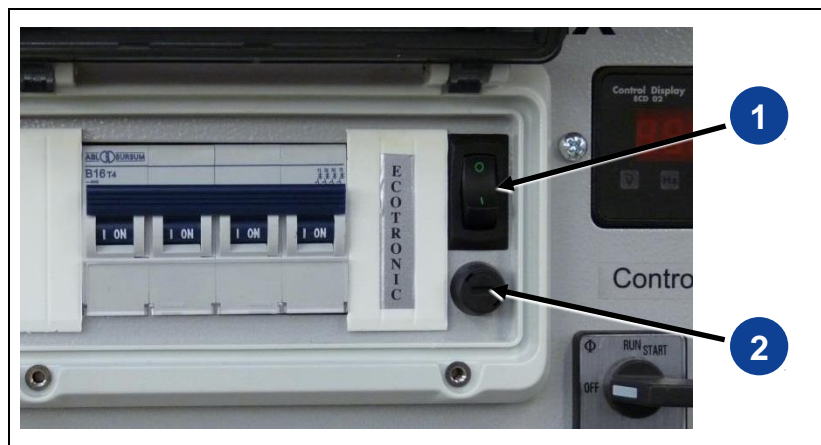

Abb. 4-8: Wippschalter Leerlauf-Drehzahlabsenkung
1. Wippschalter (Abb. 4-8-(1)) in Stellung „I“ (EIN) bringen.
1. Wippschalter (Abb. 4-8-(1)) in Stellung „0“ (AUS) bringen.